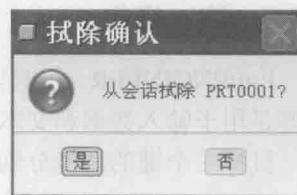

图 1-12 【拭除确认】对话框
(2) 在【拭除】子菜单中选择【当前】命令，系统弹出如图 1-12 所示的【拭除确认】对话框。